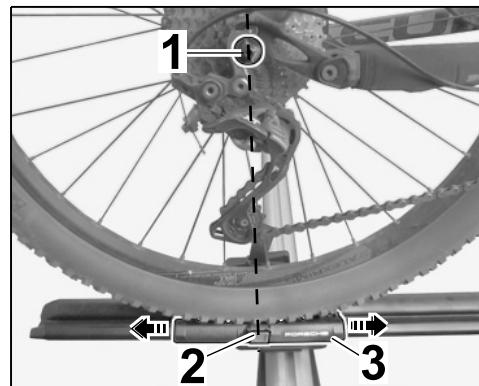

Figura 34
7.3.4 Colocar el alojamiento de rueda (trasera) del siguiente modo: Corregir la posición del alojamiento de rueda empujándolo  $\Rightarrow$  Figura 34 -flechas- hasta que el cierre tensor quede justo encima del centro de la rueda ( $\Rightarrow$  Figura 34 -Línea de puntos vertical-).